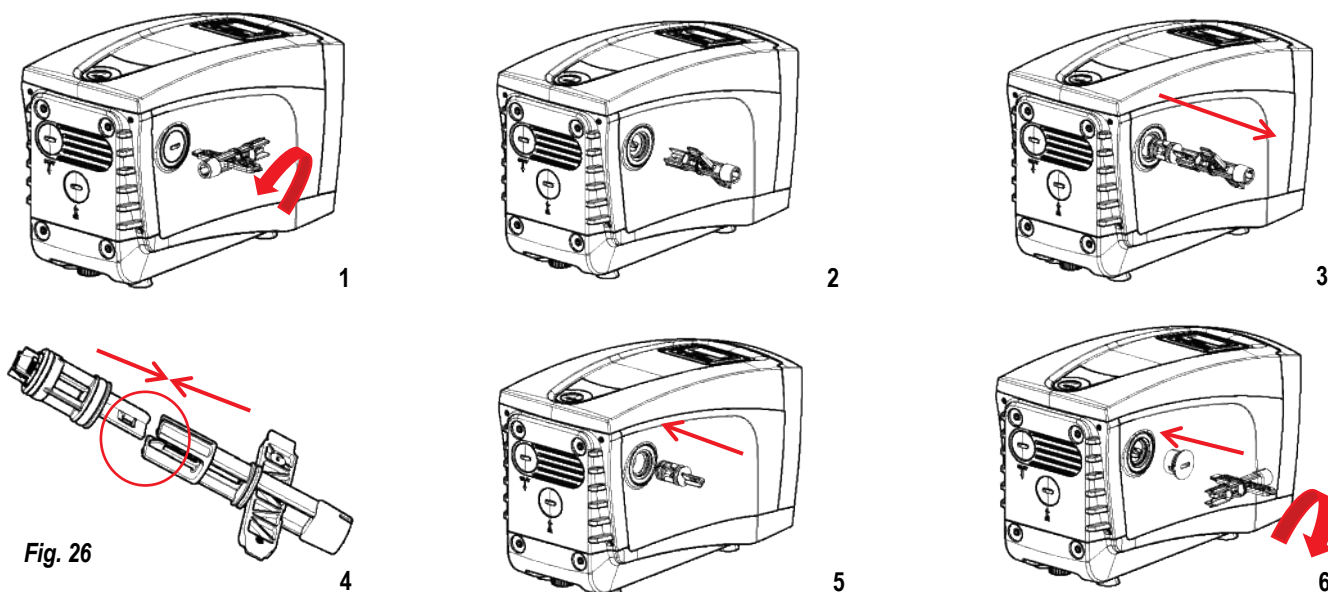

Fig. 26
Systemet har en inbyggd backventil som behövs för korrekt funktion. Fasta partiklar eller sand i vattnet kan orsaka felfunktion hos ventilen och därmed även hos systemet. Det rekommenderas att använda rent vatten och montera insugningssilar. Om det trots detta uppstår funktionsfel hos ventilen kan den demonteras från systemet och rengöras och/eller bytas ut på följande sätt (Fig.26):
1. Ta bort pluggen för att komma åt motoraxeln som i Fig. 26.